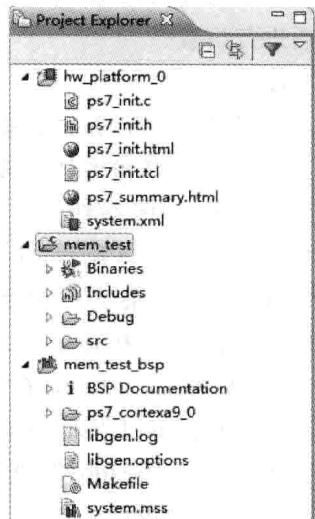

图 4.25 工程窗口
(7) 如图 4.25 所示,在 SDK 主界面左侧的 Project Explorer 窗口下,展开目录,查看以下三个工程: hw\_platform\_0、mem\_test\_bsp 和 mem\_test。